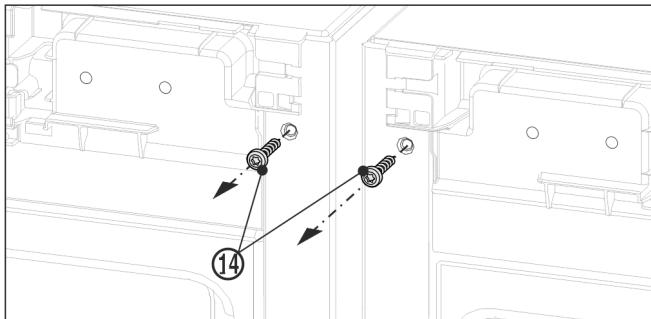

Fig. 11
- ▶ Преди монтажа на горния Ѹгъл развийте двата заземителни винта Fig. 11 (14).